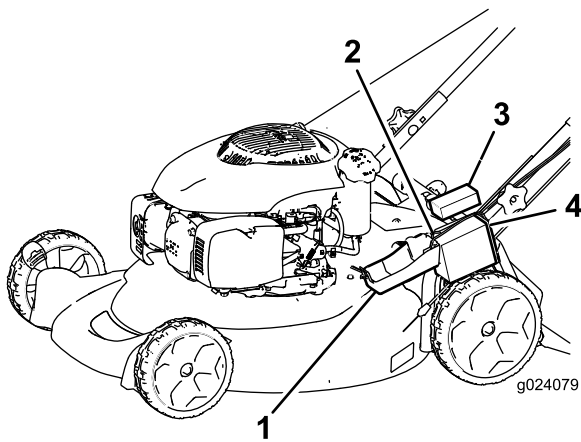

Figure 25
1. Déclipsez le couvercle de la batterie et déposez-le (Figure 25).